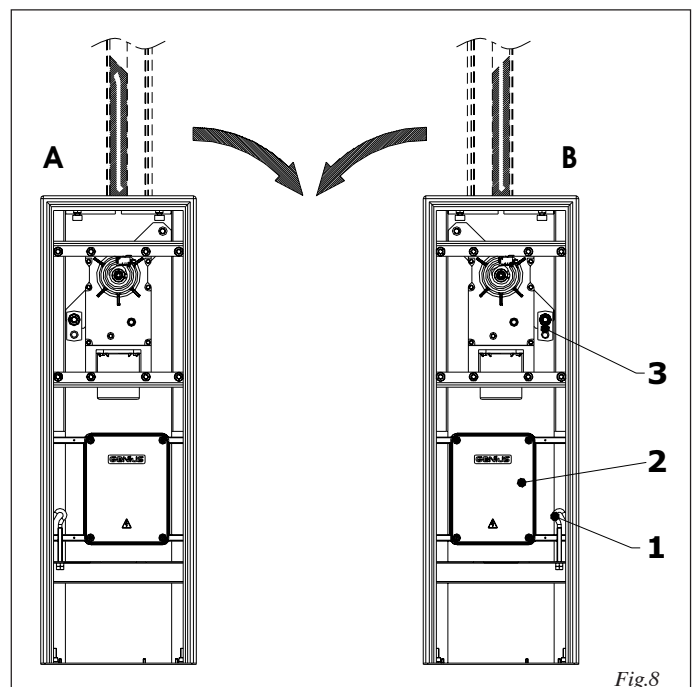

Fig.8
**Atención: La automatización se entrega preparada para una instalación izquierda (fig.8 ref. A).**
Para transformar la automatización de izquierda a derecha (fig.8 ref. B) procedan del siguiente modo:
- Quiten el tirante ref.1 fig.8.
- Desplacen de derecha a izquierda la central ref.2 fig.8.
- Coloquen el tirante ref.1 fig.8 en el orificio situado a la derecha de la central.
- Desplacen el platillo de fijación del muelle, ref.3 fig.8, del perno de la izquierda al perno de la derecha.